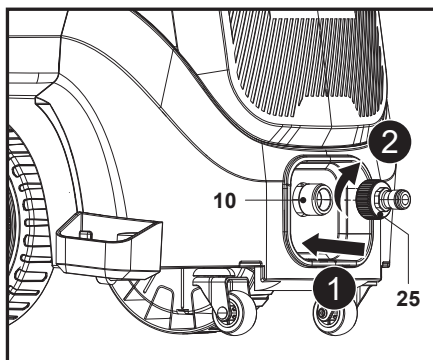

Fig. 9
Alinhe e aperte o adaptador de entrada de água (25) no conector de entrada de água (10) na parte dianteira da máquina (Fig. 9, passos 1, 2).